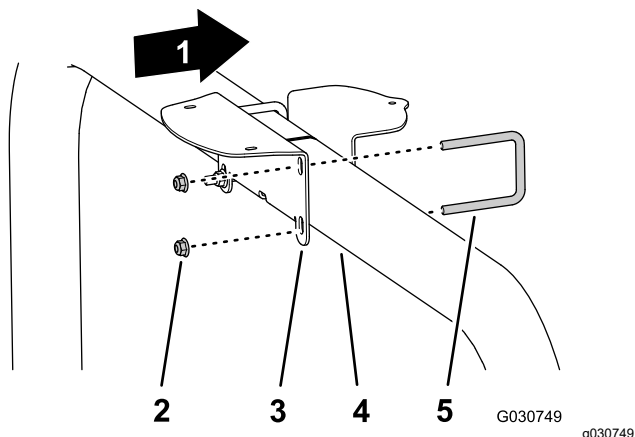

Рисунок 124
- Установите крепление приемника на трубу конструкции ROPS (Рисунок 124) с помощью 2 U-образных болтов и 4 фланцевых контргайк ($\frac{3}{8}$ дюйма).